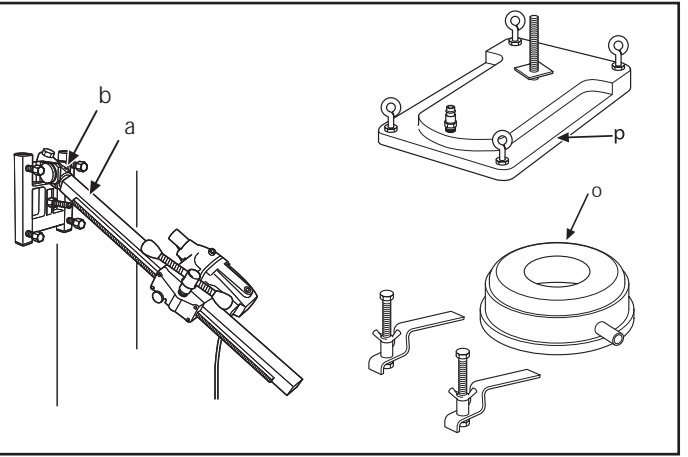
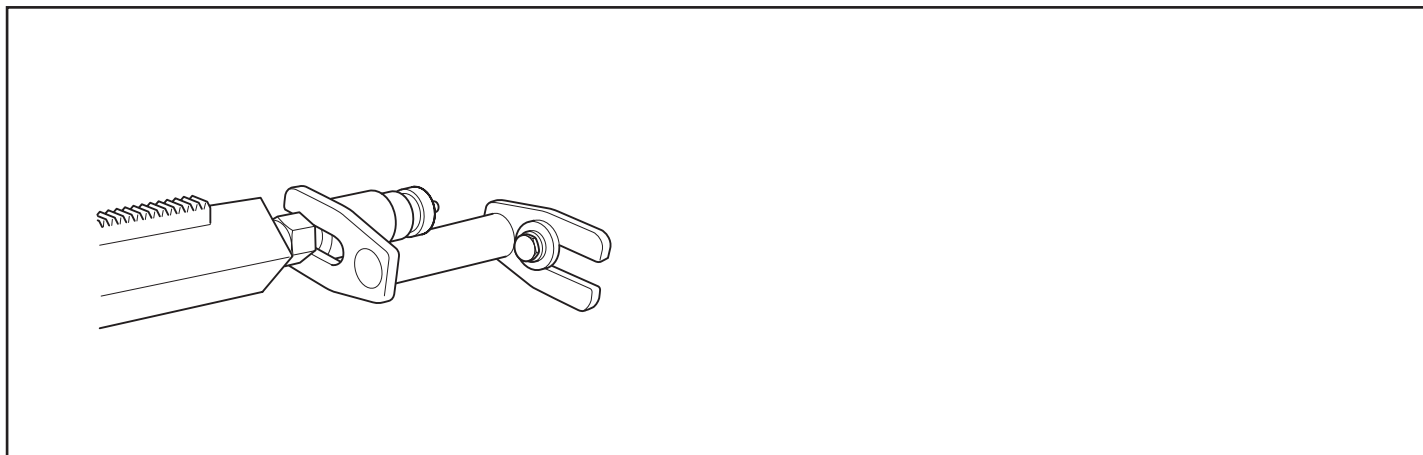

Рис.9
Рис.15
Убедитесь в правильном закреплении анкерного болта. При использовании вакуумной пластины стена не должна быть пористой, и должен быть использован вакуумный насос. Для сверления с DMS 160 Gyro в стенах или потолках может быть использована стяжная шпилька для крепления дополнительной колонки. Смотрите Рис. 9 и Рис. 15.
2. DMS 160 AT: сверлильная колонка установлена на поворотном кронштейне опорной плиты. Колонка может вращаться на 360 ° и фиксироваться в любом положении стопорным винтом (A) (Рис. 9). Затяжка стопора (A) делается шестигранным ключом на 8 мм.
3. Сверлильная колонка наклоняется на нужный угол и зажимается гайкой (B), используя ключ на 24 мм.
4. Если используется вакуумная пластина (P) (рис. 9) (опция), то удостоверьтесь, что поверхность не является пористой и не может отслоиться от перекрытия или стены. Вакуумный насос должен создавать достаточный вакуум под вакуумной пластиной, оптимальный насос - Husqvarna VP200.
5. Избегайте перелива воды через край водосборного кольца (O) (Рис. 9).
6. Чтобы лучше закрепить сверильную колонку, может быть использован спец. кронштейн (опция) (Рис. 15). Кронштейн крепится к потолку на анкерный болт напротив упора сверильной колонки. Фиксируется на упоре стопорной гайкой 30 мм.